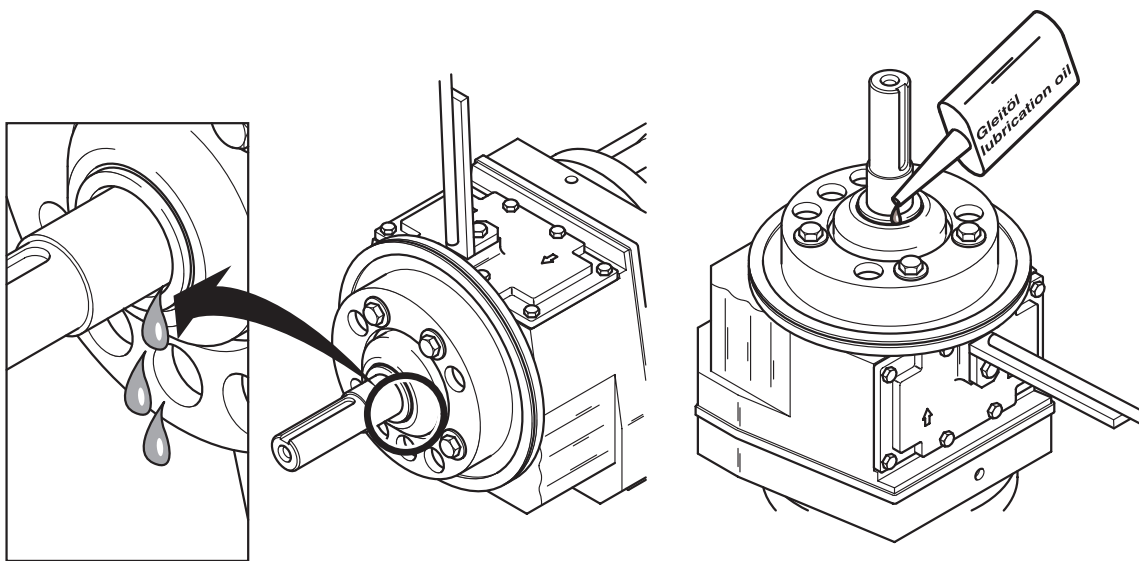

Fig. 16 Llenado y cambio de aceite
**NOTA** *El SB/XSB debe estar asentado en vertical (ver Fig. 16) para que el aceite no salga a borbotones al quitar la parte giratoria de la junta mecánica.*
**NOTA** El XSB debe estar asentado en vertical (ver Fig. 16) para que el aceite no salga a borbotones al quitar la parte giratoria de la junta mecánica.
- Dejar salir el aceite por la holgura del eje según se muestra en Fig. 16 y recogerlo en un recipiente adecuado (mínimo 0,5 litros). Para esto ladear un poco el motor y el reductor lo suficiente para permitir que el aceite lubricante pueda salir en su totalidad.
- El aceite entra por el mismo hueco entre el anillo fijo y el eje por el que se produjo su vaciado (ver Fig. 16).